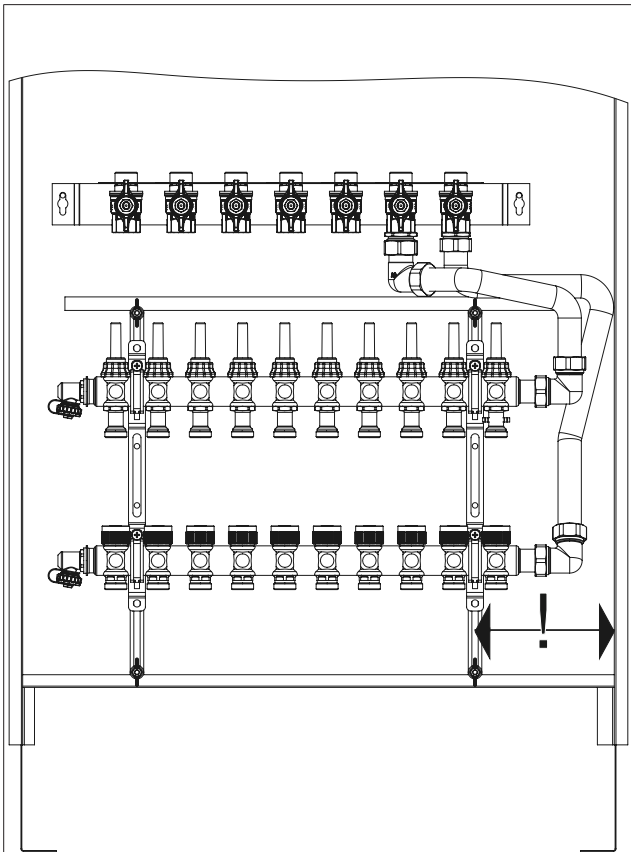

Abb. 7: Einbau Flächenheizungsverteiler
(1)	Mutter M6
(2)	Unterlegscheibe
(3)	Aufhängungspunkt Grundplatte Wohnungsstation
(4)	Gummischeibe (20 x 6 x 2 mm)
(5)	Befestigungspunkt für die Wohnungsstation im Unterputzschrank (Gewindestift)
**i** Der Einbau der Flächenheizungsverteilerbalken erfolgt von rechts nach links (siehe Abb. 7 auf Seite 9).